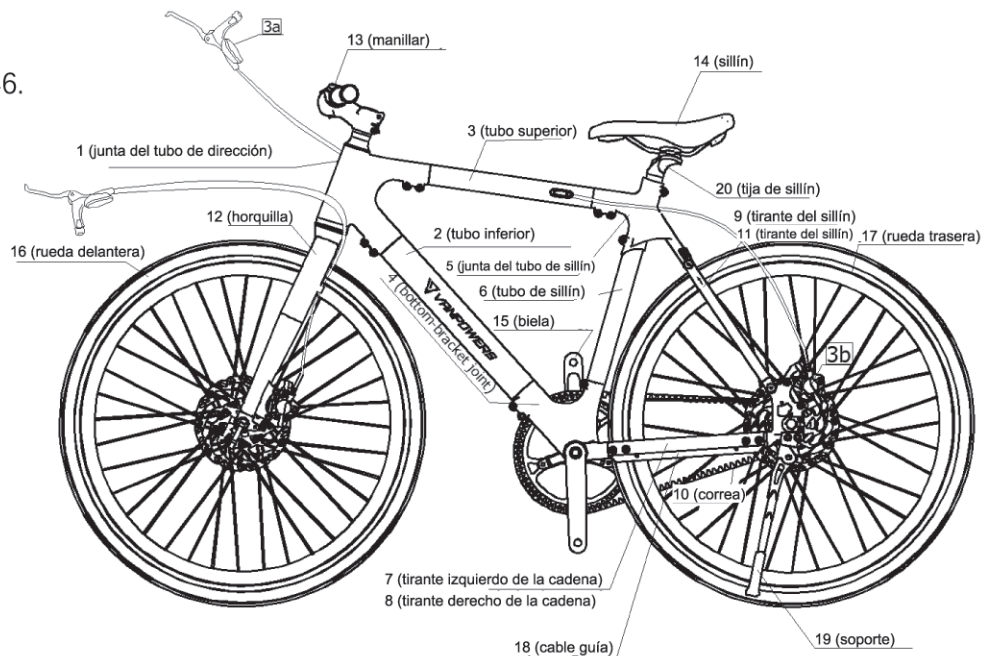

Figura 46.
1. Colocar la bicicleta de pie, como se muestra en la Figura 46.